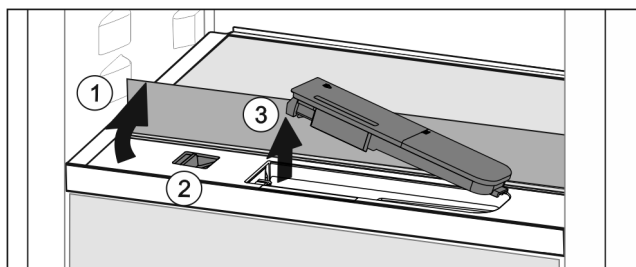

Fig. 127
- ▶ Nadvihnite sklenú dosku a až na doraz ju sklopte dozadu (Fig. 127 (1)).
- ▶ Potlačte posúvač Fig. 127 (2) doľava.
- ▶ Vyberte nádržku na vodu Fig. 127 (3).